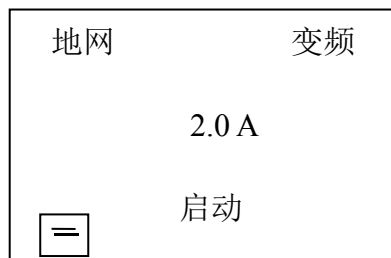
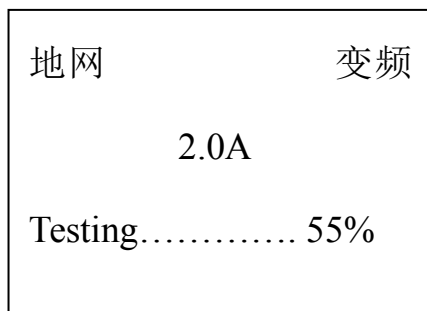
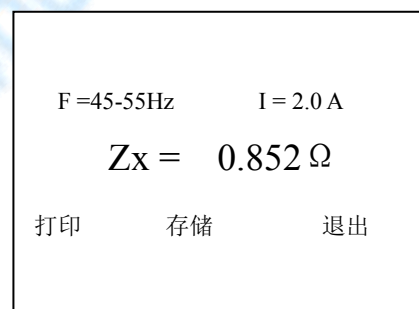

图 3
图 6
图 7
3.1、打开电源开关，计算机进行自检，液晶屏显示中文主菜单如图 3 所示。
2.5、测试：打开高压允许开关，当光标在测试项目上时，按**确认**键大约 5 秒钟开始测试。测试过程中显示的画面如图 6（地网，变频）所示，当下面的进程到 100%时候测试完毕，然后显示测量结果见图 7 所示，此时光标指示打印机图标，按**确认**键打印报告。测量结果的意义如下：
**4.5、手动打印:** 仪器测试完毕,出现图 7 所示的界面.按  键可以在“打印”,“退出”之间选择.如果选择“打印”,按一下“确认”键,就会打印结果.如果选择“退出”,按“向下”键是把试验结果储存起来,但一定要输入相对应的编号(三位数字显示),按一下“确认”键,就会返回初始界面如图 3 所示,当光标在“启动”上时,按"向下"查看储存的试验结果。